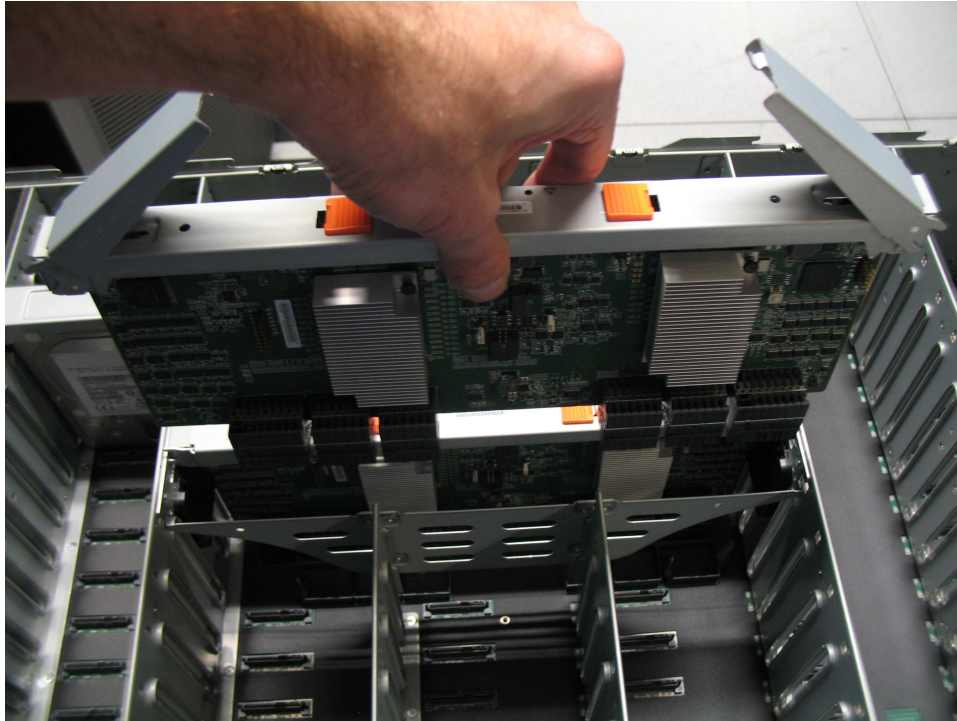

图 89. 更换辅助扩展器模块
4. 小心地将辅助扩展器模块的边缘与机柜中的导向槽对齐，如第 90 页的图 89 中所示。